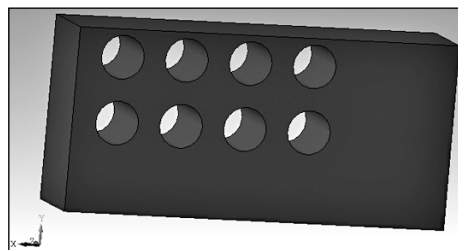

Рис. 12.14. Команда - «Массив по сетке»
- **Массив по сетке** — производит размножение выбранных элементов по одному или двум заданным перпендикулярным направлениям (рис. 12.14); **Массив по концентрической сетке** — производит размножение выбранных элементов на расстоянии вокруг заданной оси;